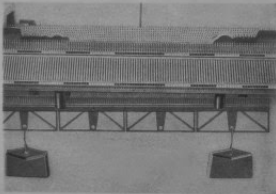

Рис. 34
На стороне каретки, рядом с вязаным полотном, выводят предусмотренное количество игл в заправочное положение. Рабочую нить кладут свободно через иглы. С язычковой иглой декнера (33) захватывают краевую петлю и аналогично «набору петель для ровного вязания» провязывают из расположенной на иглах нити петельный столбик, в который включаются иглы. Последнюю петлю нацепляют на последнюю иглу в заправочном положении. Затем к созданному столбику подвешивают краевые грузики либо крючковые грузики (Рис. 34).